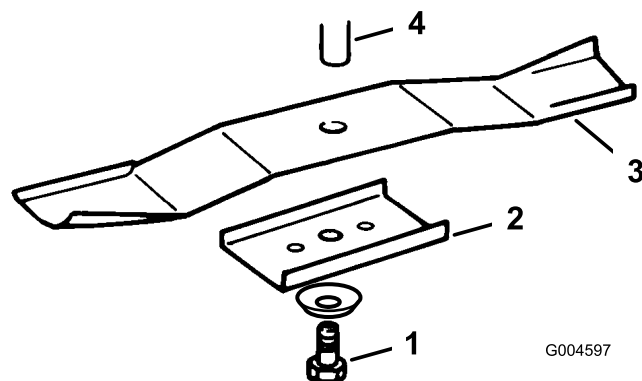

Bild 36
3. Fjern bolt (5/8 tommer nøgle), den buede skive, holderen og skærekniven (Bild 36). Brug en træklo som kile mellem skærekniven og plæneklipperen for at fastlåse skærekniven, når du fjerner bolt.
1. Monter skærekniven, den buede holder, den buede skive (den buede side mod skærekniven) samt knivbolten (Bild 36).